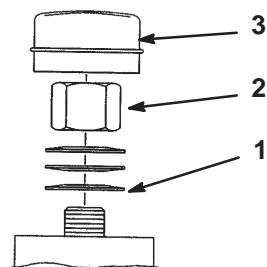

Figure 42
2. Retirez le capuchon anti-poussière de la roue et serrez le contre-écrou (Fig. 42).
3. Continuez de le serrer jusqu'à ce que les rondelles élastiques soient aplatis, puis desserrez-le de 1/4 de tour pour obtenir la précharge correcte des roulements (Fig. 42).
Important Veillez à installer les rondelles comme illustré à la Figure 42.